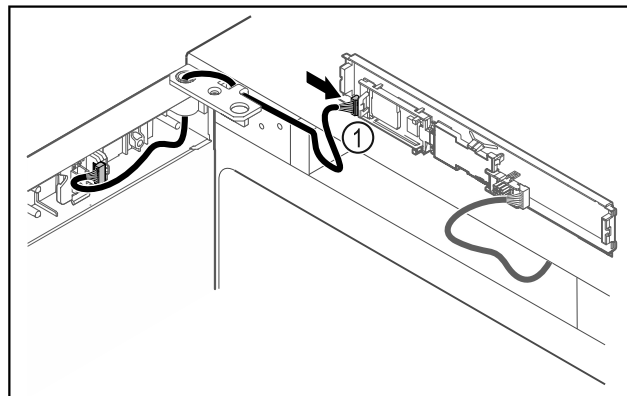

Fig. 46
- Enchufar el conector Fig. 46 (1) en la platina.